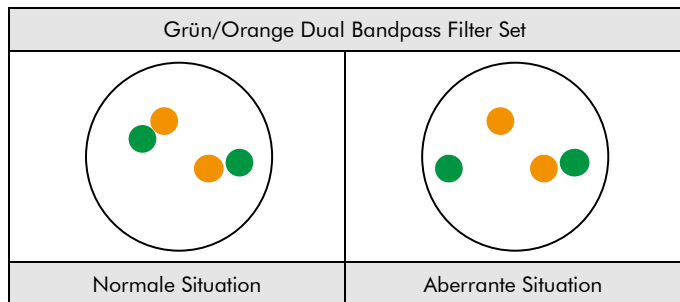

Abb. 2: Zu erwartende Ergebnisse in normalen und aberranten Zellkernen
**Normale Situation:** In Interphasen von normalen Zellen oder Zellen ohne eine Translokation der EWSR1-Genregion erscheinen zwei grün/orange Fusionssignale (siehe Abb. 2).
**Aberrante Situation:** Eine von einer Translokation betroffene EWSR1-Genregion wird durch ein separates grünes Signal und ein separates oranges Signal gekennzeichnet. (siehe Abb. 2).